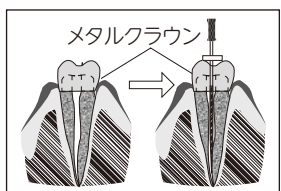

図17
- f) クラウン等の金属補綴物があり歯肉に接している：ファイルが金属製のクラウンに接触すると正確な測定ができません（図17）。